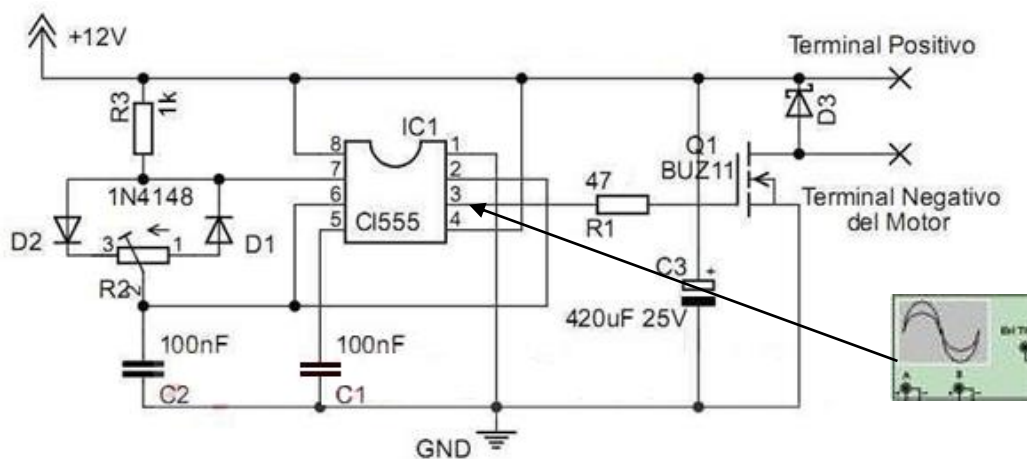

Figura 01. Circuito generador PWM con el 555.
**5.1 Circuito generador PWM con 555.-** Simular el circuito de la figura 01 en Proteus, armar el circuito en protoboard, y verificar la forma de onda de salida PWM en el pin 3 del 555.